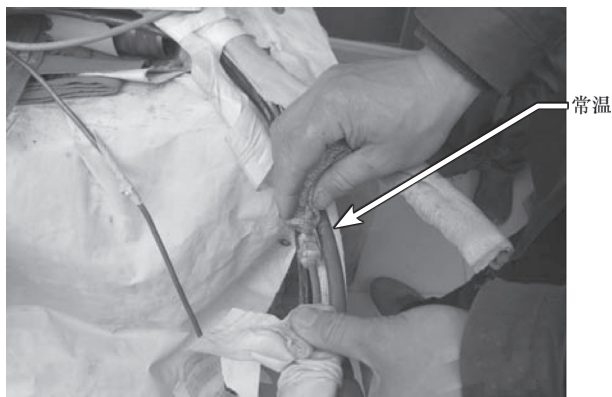

图 5-8 手摸室内机二、三通阀
1) 制热开机，如图 5-7 所示。室外机运行，但是室内机不吹风，手摸二、三通阀温度为常温，如图 5-8 所示，系统不制热。